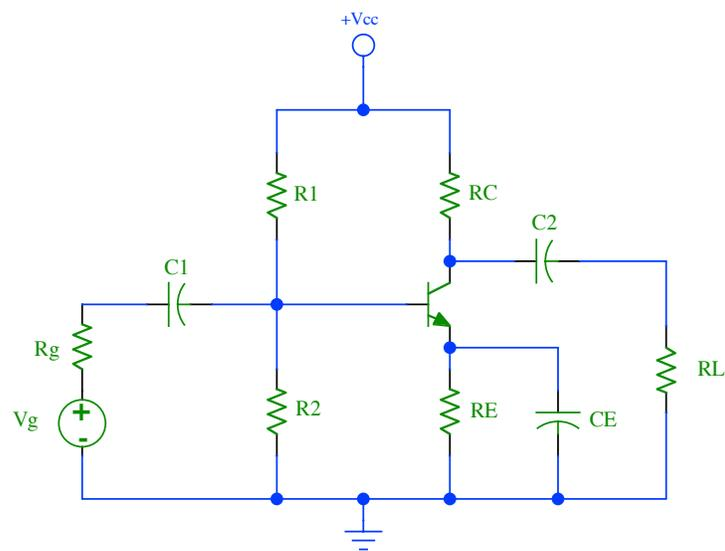

Figura 8: Amplificador en configuración *Emisor-Común* con capacitor C_2 para compensación de ganancia ($C_1 = C_E = \infty$).
1. Arme el circuito mostrado en la figura 8 empleando los valores de componentes calculados en la práctica 3.